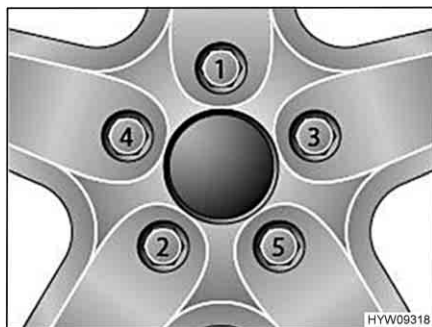

Fig. 192 Serraggio a croce di dadi delle ruote e bulloni delle ruote
- Serrare i dadi delle ruote o i bulloni delle ruote nell'ordine riportato in Fig. 192. A tale scopo, utilizzare una chiave dinamometrica e rispettare la coppia di serraggio indicata (vedi paragrafo 13.5.2).
- Controllare regolarmente il serraggio dei dadi o dei bulloni. Regolare il serraggio dei dadi delle ruote o dei bulloni delle ruote di una ruota sostituita dopo circa 50 km. A tale scopo, procedere seguendo l'ordine indicato in Fig. 192.
- Se si utilizzano cerchioni nuovi o riverniciati, regolare il serraggio dei bulloni o dei dadi dopo altri 1000 - 5000 km. A tale scopo, procedere seguendo l'ordine indicato in Fig. 192.
- ▷ Serrare a croce i dadi o i bulloni delle ruote (Fig. 192).